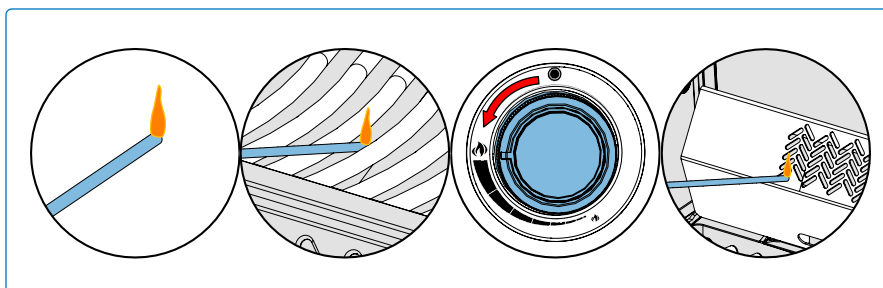

Fig. 8
3. Terwijl u de bijbehorende branderknop naar hoog draait (Fig. 8).